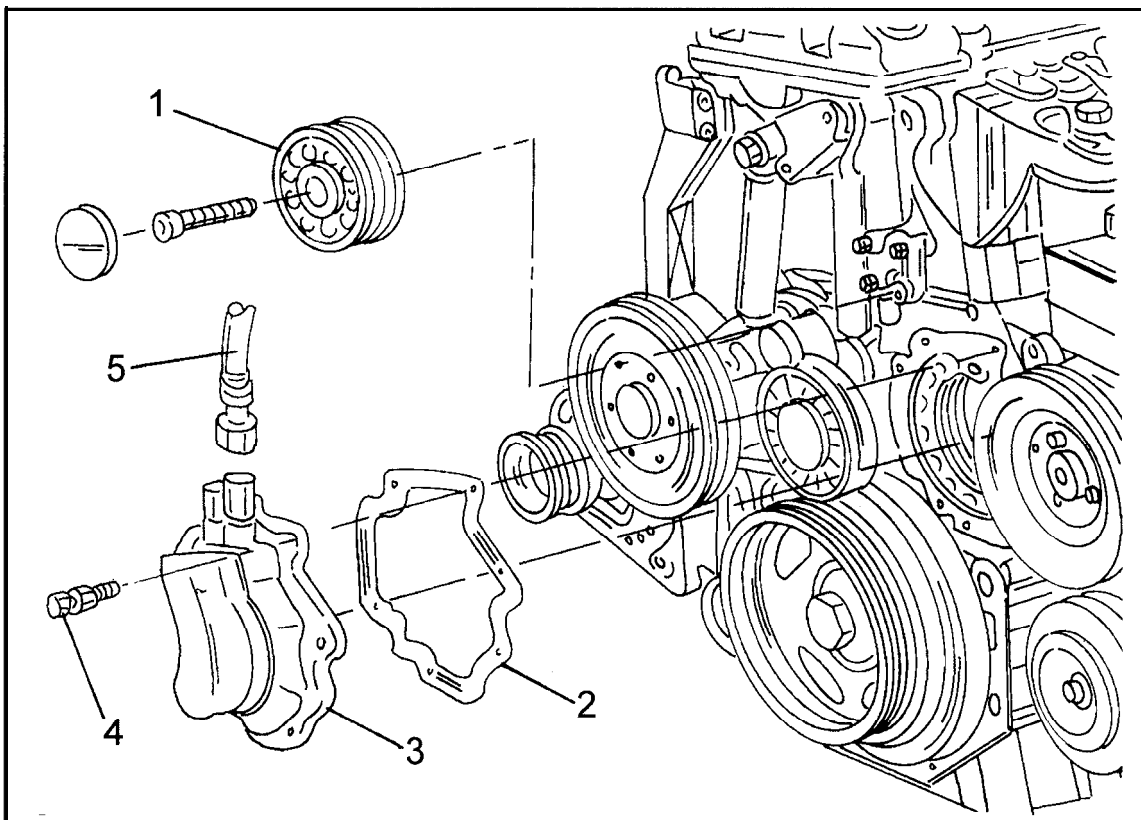

Bild 331
Die Unterdruckpumpe sitzt an der in Bild 331 gezeigten Stelle. Zu beachten ist, dass die mit (1) bezeichnete Rolle nur beim Turbodieselmotor eingebaut ist. Beim Aus- und Einbau der Pumpe folgendermassen vorgehen:
- Bei einem Turbodiesel die Zwischenlaufrolle (1) von der Halterung für den Antriebsriemen ausbauen (Abdeckkappe entfernen und Innensechskantschraube lösen).
- Die Unterdruckleitung (5) von der Unterdruckpumpe (3) abschrauben. Beim Anschliessen die Überwurfmutter mit 30 Nm anziehen.